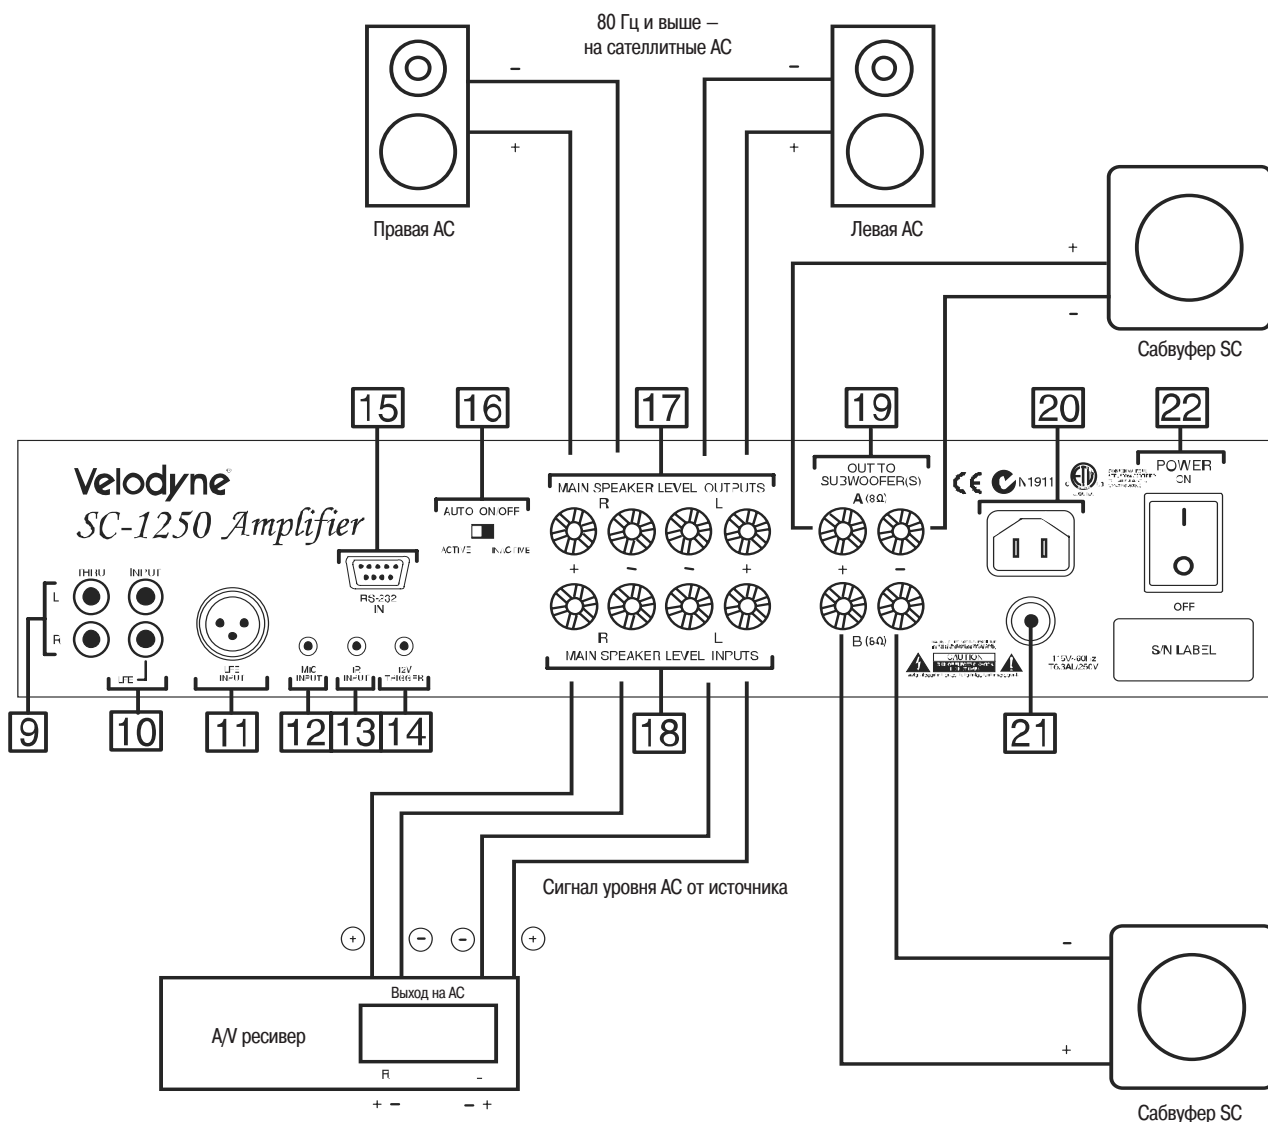

Рис. 5: Подключение сигнала уровня АС.
### (17) Выходные клеммы сигнала уровня АС (См. рис. 5)
### **(18) Клеммы входного сигнала уровня АС (см. рис. 5)**